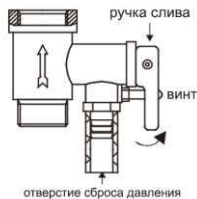

Рисунок 8
4. На входной патрубок, обозначенный голубым цветом и стрелкой направления течения воды, накрутите предохранительный клапан так, чтобы течение воды совпадало с направлением стрелки на корпусе клапана. На отверстие сброса давления предохранительного клапана (см. рисунок 8) оденьте дренажную трубку* для отвода воды (возможно появление при нагревании) в канализацию (трубку необходимо направить строго вниз и запрещено перегибать её).
6. Чтобы слить воду из внутреннего бака, можно воспользоваться сливным отверстием (только для серии FSM8) (необходимо открутить заглушку, закрывающую сливное отверстие), также воду можно слить через предохранительный клапан (открутить сливной винт предохранительного клапана и перевести ручку слива в верхнее положение, при этом кран выхода горячей воды должен быть открыт, а кран подачи холодной воды в водонагреватель должен быть перекрыт) (см. рисунок 8).